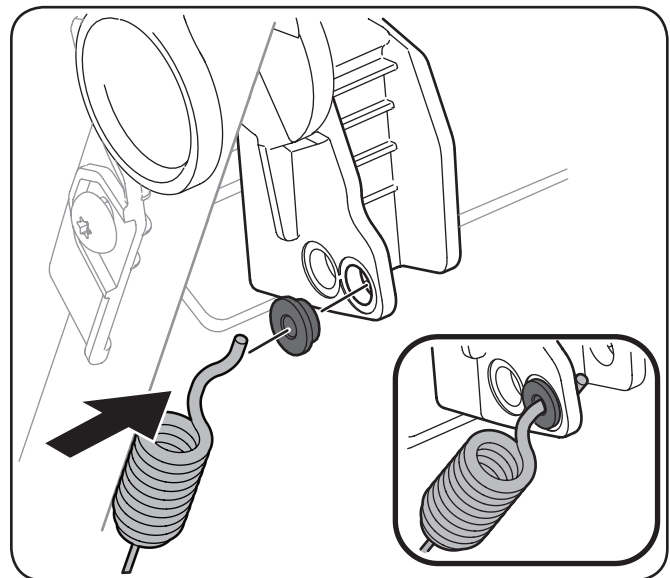

Figure 6-5
4. Insérez le coussinet dans le trou inférieur. Accrochez le câble en le passant à travers le coussinet et le trou inférieur de la commande. Voir Figure 6-5.